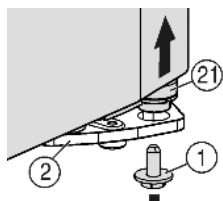
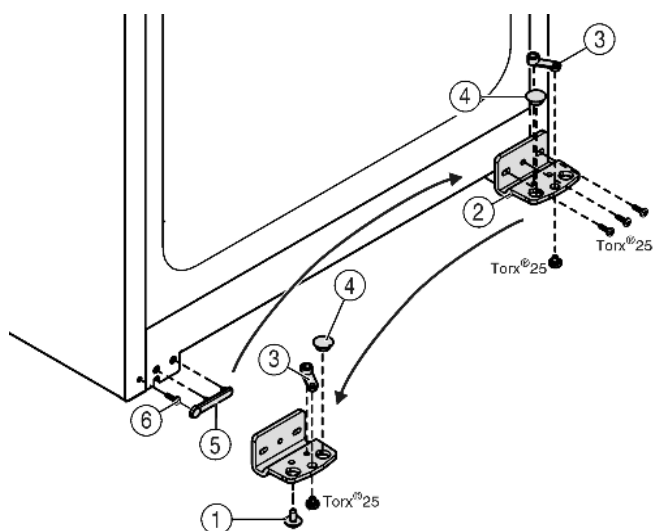

Fig. 4
Fig. 5
- ▶ Внизу справа на опорном кронштейне выкрутите фиксирующий винт Fig. 4 (1).
- ▷ Опорный палец Fig. 4 (21) можно извлечь из опорного кронштейна Fig. 5 (2).
- ▶ Если установочный винт Fig. 4 (21) не откручивается, его можно вынуть, нажав на него снизу.
- ▶ Открутите опорный кронштейн Fig. 5 (2).
- ▶ Открутите опорную деталь Fig. 5 (3) и, переставив в отверстие на противоположной стороне опорного кронштейна, снова прикрутите.
- ▶ Извлеките заглушку Fig. 5 (4) из опорного кронштейна и переставьте ее в отверстие на противоположной стороне опорного кронштейна.
- ▶ Осторожно снимите крышку со стороны ручки Fig. 5 (5).
- ▶ Выкрутите болт Fig. 5 (6) и вкрутите на противоположной стороне.
- ▶ Снова установите крышку Fig. 5 (5).
- ▶ Снова прикрутите опорный кронштейн Fig. 5 (2) на новой стороне шарнира (**с моментом 4 Нм**). При необходимости используйте аккумуляторный шуруповерт.
- ▶ Вкрутите фиксирующий винт *Fig. 4 (1)* внизу в опорный палец и затяните (с моментом 4 Нм).